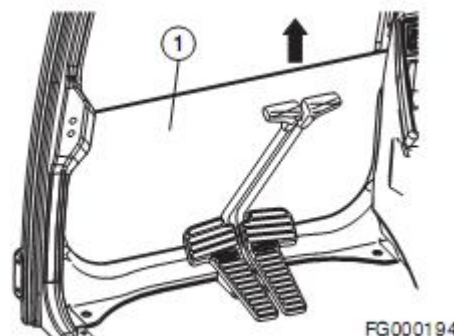

Рисунок 141
1. После установки переднего верхнего стекла в потолке кабины, удалите нижнее стекло (1, рисунок 141) из кабины в направлении, указанном стрелкой.